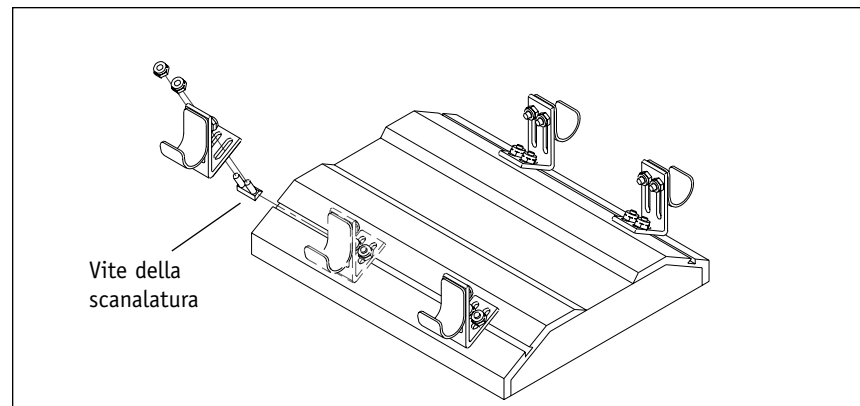

Figura 3
3. Fate scorrere i bulloni degli agganci all'interno dei binari come mostrato nella figura 3 e stringeteli in modo sufficiente da permettere una regolazione fino a trovare la posizione finale. Ripetete la manovra per ogni installazione.